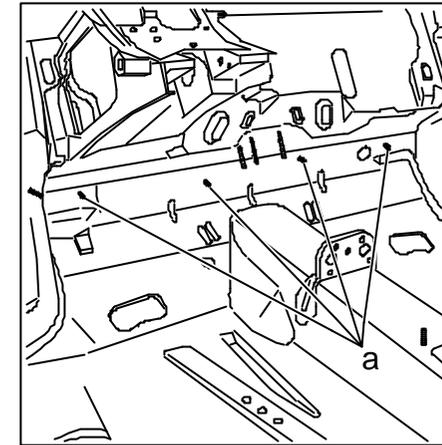

Fig. 8
- ✧ Couper les vis de fixation de la moquette avant sur le tablier avant côté habitacle (Rep. a, Fig. 8).